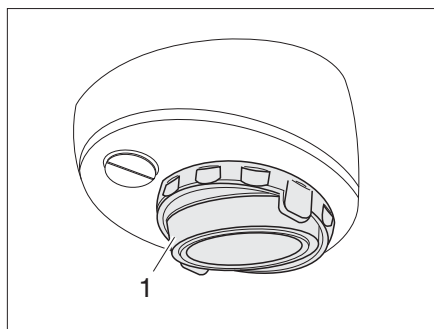

Bild 124 Halogenaufbauleuchte (schwenkbar)
- Abdeckung (Bild 124, 1) mit einem geeigneten Werkzeug (z. B. Schraubendreher) aushebeln und abnehmen.